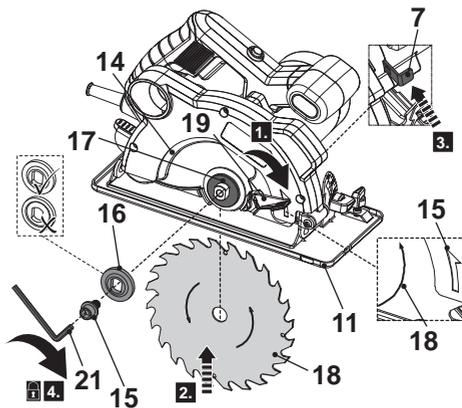

Fig. 2
5. Abra completamente el protector inferior (14) moviendo la palanca de retracción (19) hacia adelante y manténgala en su posición. (Fig. 2, paso 1).
6. Compruebe primero la orientación de la brida de soporte (17) en el husillo y, a continuación, inserte la hoja de sierra (18) desde la ranura de la placa base (11) y sitúela en el husillo (Fig. 2, paso 2).
7. Asegúrese de que el sentido de giro indicado en la hoja de sierra (18) es el mismo que el indicado en el protector superior (5).
8. Mueva con cuidado la palanca de retracción (19) a su posición inicial para cerrar el protector inferior (14)
9. Asegure la hoja de sierra (18) con la brida de bloqueo (16) y el perno de bloqueo (15), procurando que la brida de bloqueo (16) esté orientada correctamente. Bloquee el husillo presionando la palanca de bloqueo del husillo (7) (Fig. 2, paso 3) y ajuste el perno de bloqueo (15) en el sentido de las agujas del reloj con la llave hexagonal proporcionada (21) (Fig. 2, paso 4).
10. Gire la hoja de sierra (18) con la mano para comprobar si gira con fluidez. La hoja de sierra no debe fluctuar.
11. Encienda el producto y déjelo funcionar en vacío durante más o menos un minuto, para confirmar que la hoja de sierra se ha instalado correctamente. Si encuentra alguna vibración anormal o ruido excesivo, apague el producto y vuelva a colocar la hoja de sierra (18) siguiendo las instrucciones anteriores.